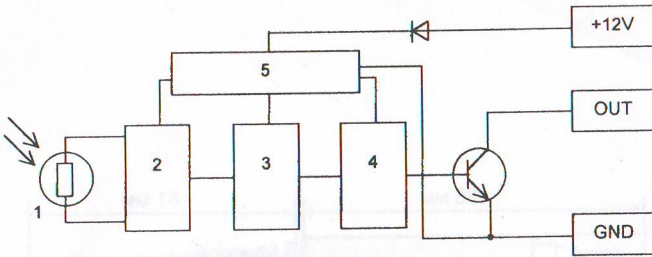

Рис.1
Датчик представляет собой чувствительный элемент (1), схему усиления(2), частотный фильтр(3), компаратор(4), двухполярный источник питания(5) и выходной ключ. Блок - схема изображена на Рис. 1.